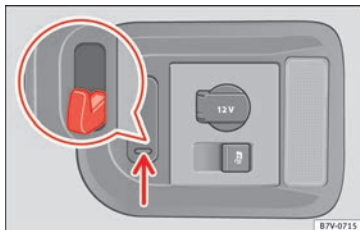

Abb. 171 Im Gepäckraum: Taschenhaken.
Im Gepäckraum rechts befindet sich ein herausklappbarer Taschenhaken » **Abb. 171**,
- Unten auf den Taschenhaken drücken » **Abb. 171** (Pfeil) und herausklappen.